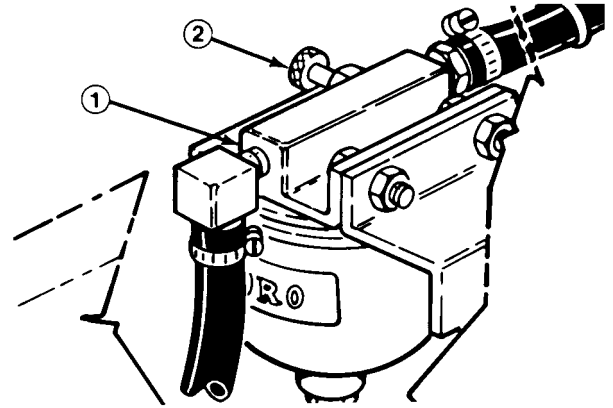

Abbildung 11
- 2.** Links vom Hinterreifen sehen Sie die Entlüftungsschraube oben auf dem Filter/Wasserabscheider. Die Schraube lösen (Abb. 11).